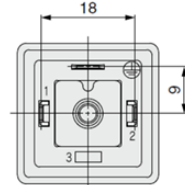

Figure 7. Connecteur DIN - Forme A
- Serrez les vis et les raccords conformément à la figure 7.